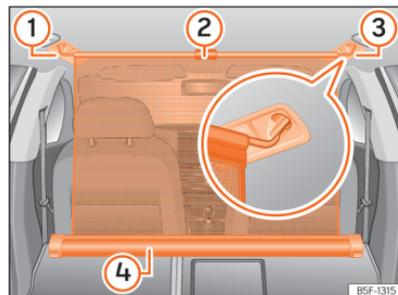

Fig. 190 Na bagageira: rede de separação fixa com os encostos do banco traseiro rebatidos.
- Puxe a aba para cima »» Fig. 190 ② para tirar a rede da carcaça ④.
- Prender a rede de separação do lado esquerdo ou direito »» Fig. 190 ③ (imagem ampliada).
- Prender a rede de separação no alojamento do outro lado »» Fig. 190 ① puxando a barra.
A rede de separação está montada corretamente quando as extremidades em forma de T estão fixas com firmeza nos alojamentos correspondentes »» Fig. 190 ③ e ①.
- Enrole a rede na carcaça »» Fig. 190 ④ baixando-a manualmente.